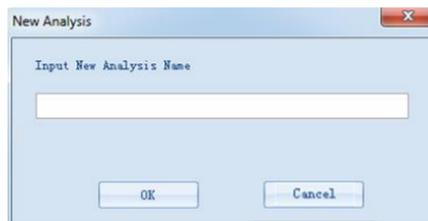

Figura 2-12
- (4) Haga clic en el botón “New” , para abrir la interfaz “New Analysis”, Como se muestra en la Figura 2-12.